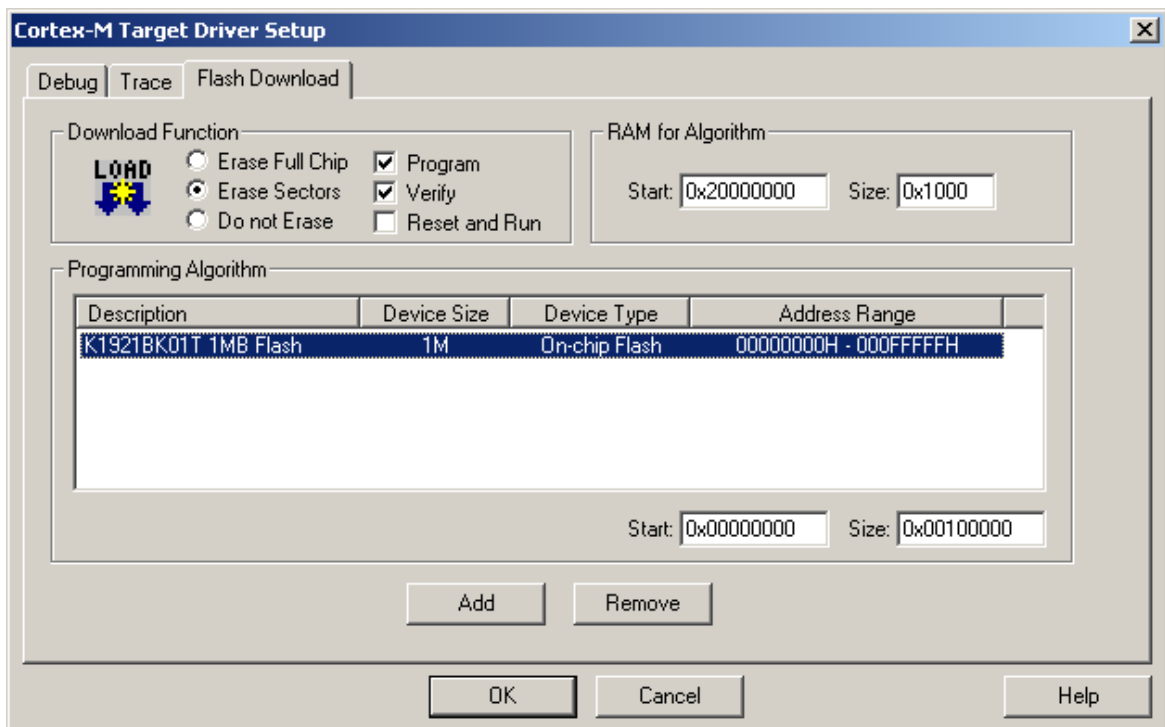

Рисунок 2.5 – Окно конфигурации алгоритма программирования МК K1921BK01T
- файл алгоритма программирования загрузочной Flash (указываем путь «ARM\Flash\ K1921BK01T.FLM» выбрать из списка при нажатии на кнопку “Add”, см. рисунок 2.5)